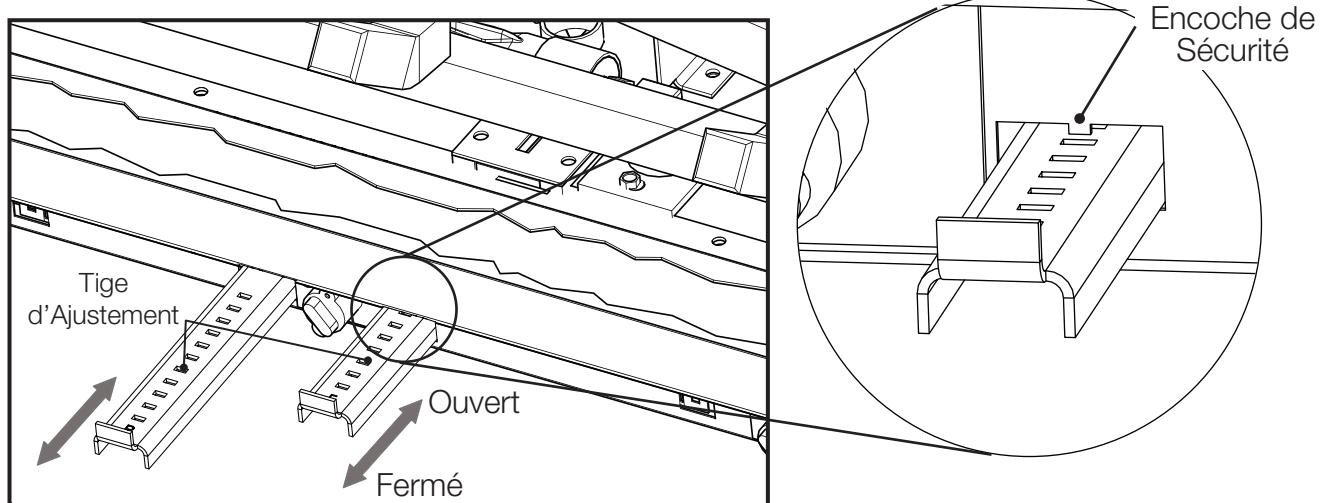

Fig. 1
Le réglage de l'air fin doit être effectué à l'aide du levier pour obtenir la flamme souhaitée (**FIG. 1**).
A. Placez le tige d'ajustement dans le milieu de l'ouverture afin de le-dégager les encoches de sécurité (**Fig. 1**).
- Retirez les 4 vis servant à fixer l'assemblage de bûche. Le-retirez et mettez de côté (**Fig. 1**).